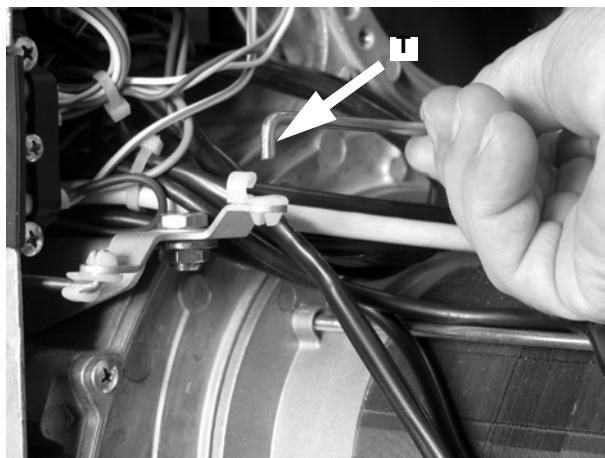

Рис. 45
- Вынуть анкерный болт **T** с гнезда, как указано на Рис. 45 .
- Установить на место анкерный болт Т (Рис. 45).